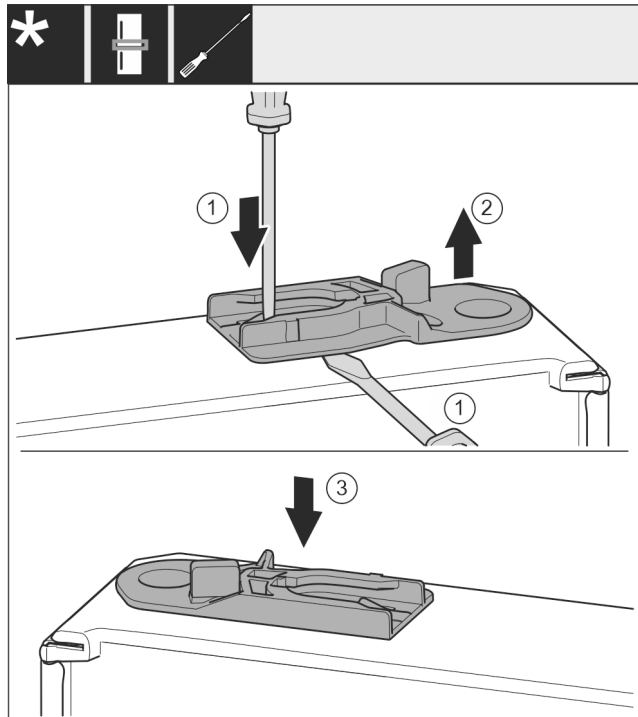

Fig. 53 *
- ▶ Führungsbuchse herausziehen: Lasche Fig. 53 (1) mit Schlitzschraubendreher drücken und gleichzeitig mit Schlitzschraubendreher unter Führungsbuchse Fig. 53 (2) fahren.*
- ▶ Im Lieferumfang beiliegende Führungsbuchse Fig. 53 (3) auf anderer Gehäuseseite einschieben.*